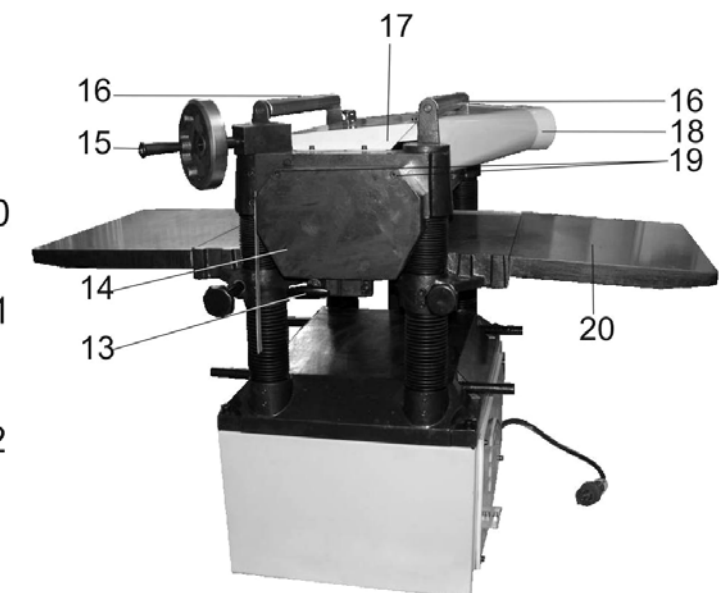

Рис. 3
8.2.6. Как показано на Рис.3, установите ручку (13) переключения скорости автоматической подачи.